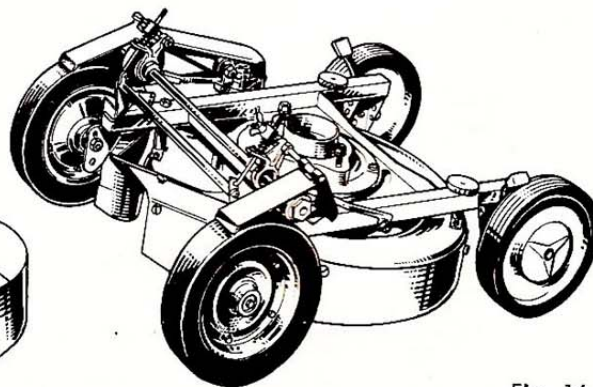

Fig. 16
- La tondeuse automotrice (fig. 16) qui peut, comme le modèle normal, être utilisée en tondeuse et en fauchage des herbes hautes.
- D'un levier (8) fixé sur chaque roue pour permettre le réglage de la hauteur de coupe de 30 à 80 mm en 4 positions.
- D'une ceinture (9) amovible en tôle se fixant sur le carter de lame par 3 vis.
- D'une lame de coupe soufflante de 50 cm pour la tonte du gazon (10), avec sac ou bac ramasseur.
- D'une lame spéciale pour herbes hautes (11), ou tonte du gazon sans sac ou bac ramasseur.
c) Tondeuse automotrice (fig. 16)